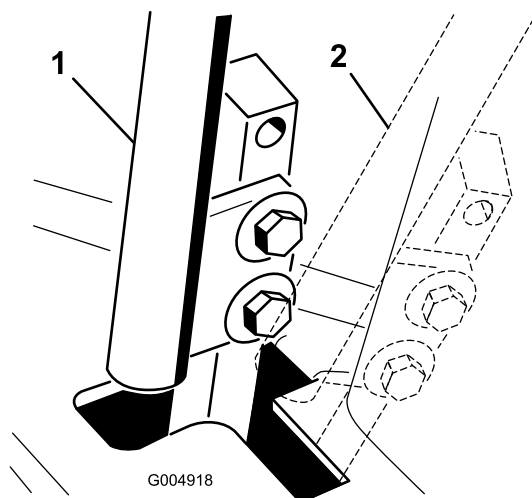

Figure 71
4. Placez un des leviers au point mort, **sans le verrouiller** (Figure 71).
6. Vérifiez la position du levier par rapport au cran de la console (Figure 71). Il doit être centré de façon à pouvoir pivoter vers l'extérieur jusqu'à la position de verrouillage du point mort.